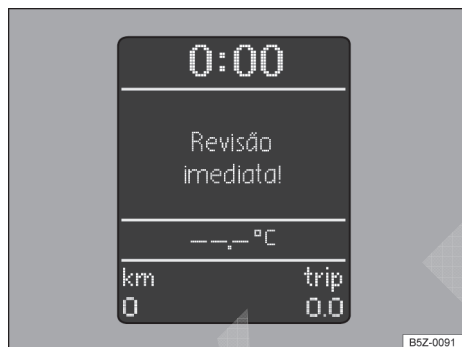

Fig. 10 Display do instrumento combinado: indicador do intervalo de serviço.
i A mensagem de serviço se apaga após alguns segundos com o motor em funcionamento ou após pressionar o botão **[OK]** da alavanca dos limpadores dos vidros ⇒ Fig. 10 ①.